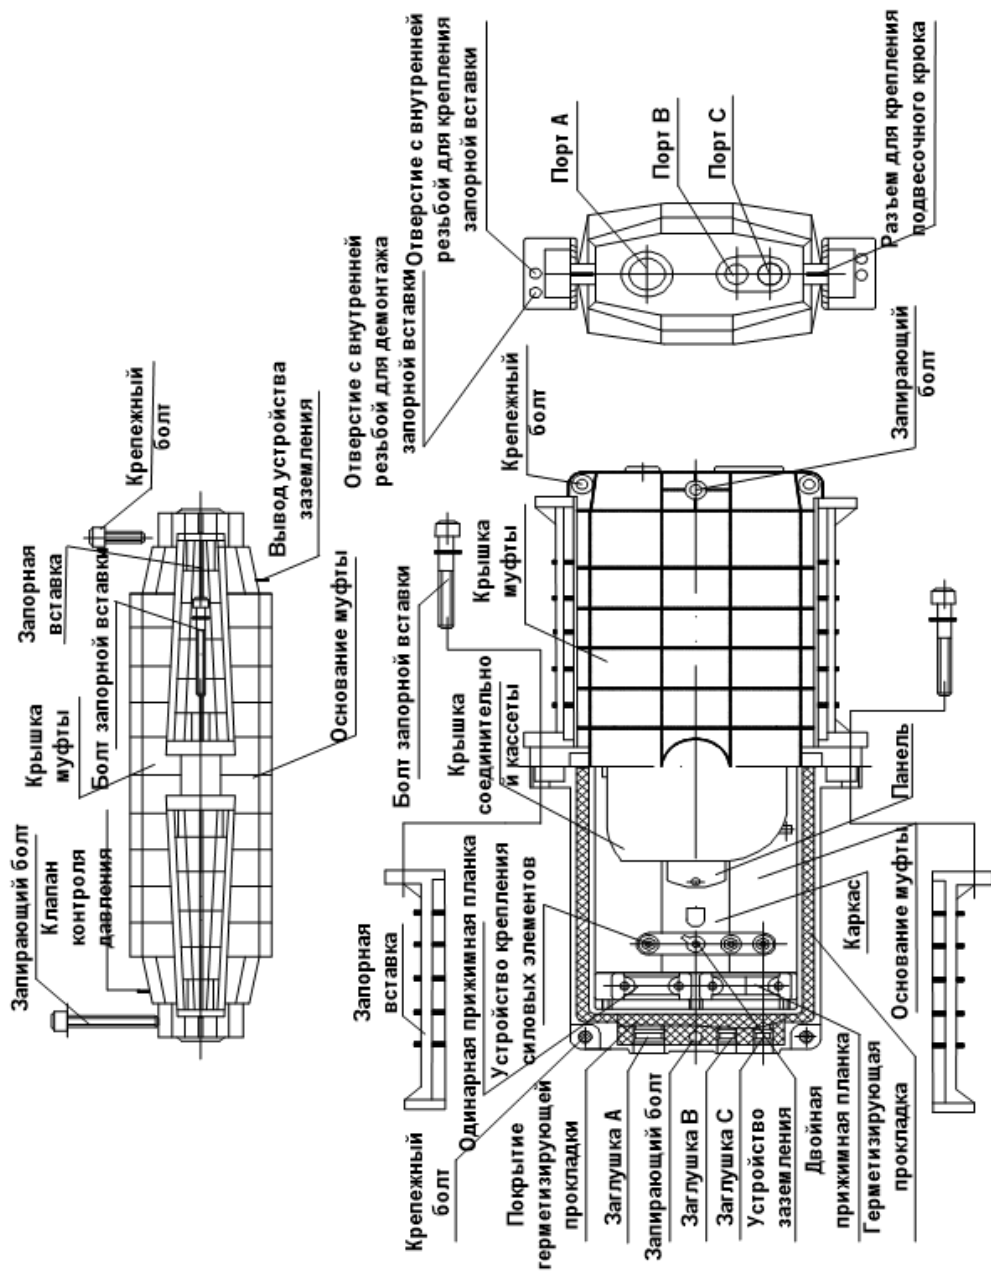

Рисунок 8 - Сборка корпуса
4. Затяните 4 крепежных болта по одному на каждом угле муфты соответственно. Смотрите рисунок 8.